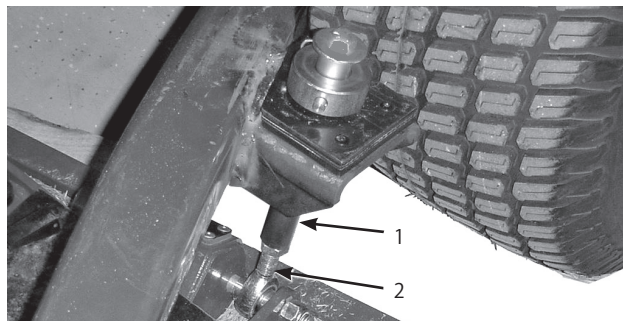

図26
6. ピッチが適正でない場合は、刈高ロッドの下部についているジャムナットを外す (図26)。